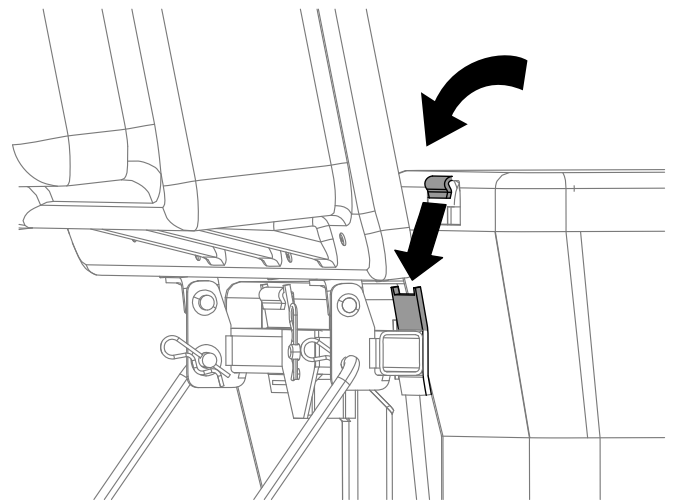

**Figura 21**
2. Coloque los soportes sobre las clavijas del bastidor del ensacador, e instale la chaveta circular en el orificio de la clavija derecha (Figura 21).